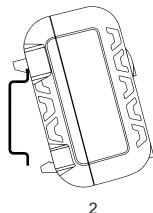

Рис.1. Монтаж
- крепление на стандартную 35мм DIN - рейку с помощью защелок (см. рис.1);